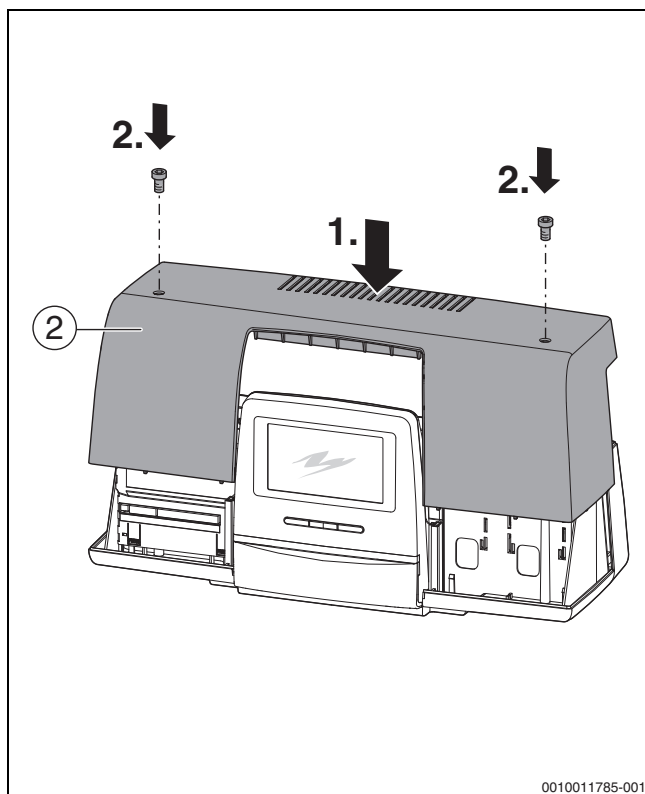

Fig. 43 Montarea capacului detașabil pe automatizări
- ▶ Montați capacul detașabil [2] pe automatizări (→ fig. 43, pagina 33).